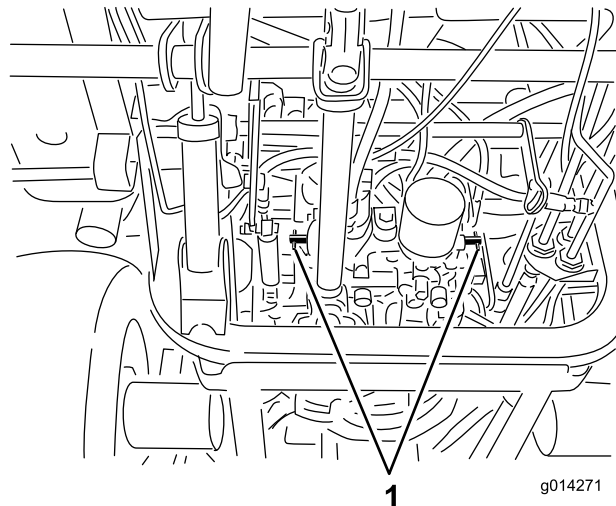

図 62
- 各バイパスバルブを左回りに1回転させる **図 62**。
- 各バイパスバルブを右に回転させて手締めする **図 62**。
- 図 62**に示すように、バルブを $8\text{N}\cdot\text{m}$ $0.8\text{kg}\cdot\text{m}$ = $71\text{in}\cdot\text{lb}$ にトルク締める。